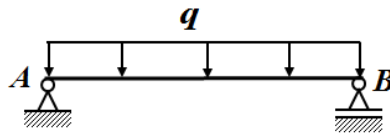

Рис. 1
1. Побудувати епюри поперечних сил і згинальних моментів. Для двоопорної балки (рис. 1). Визначити небезпечні поперечні перерізи. Підібрати трубчатий переріз із співвідношення сторін $\alpha = d/D = 0,8$ за умовою міцності при чистому згині, якщо $q = 20$ кН/м і $AB = 0,5$ м.